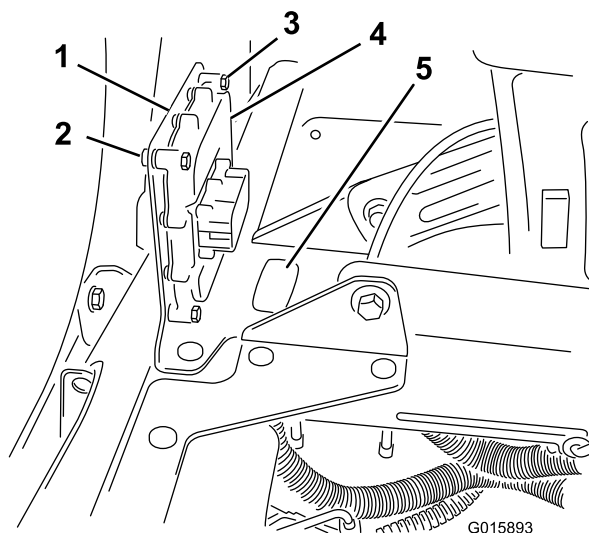

Figure 15
1. Pour le modèle 5800, retirez le cache amovible (Figure 15).
6. Avec les fixations existantes, posez le support de fixation sur l'armature du siège de la machine, entre et derrière les sièges (Figure 15).